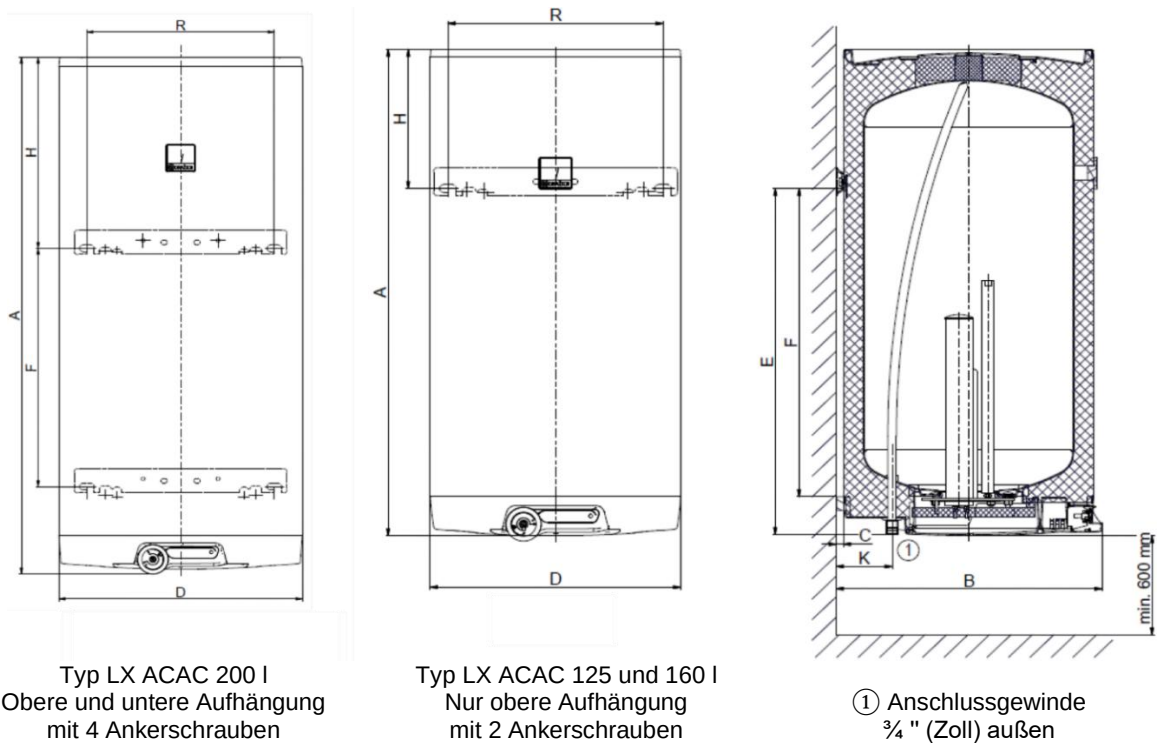

Abbildung 2: Verschiedene Darstellungen des LX ACAC
2. Befestigen Sie diese an dem Montageort und prüfen Sie kritische Abstände zum Boden und zur Umgebung. Bei dem Typ LX ACAC 200 sind der Abstand F zwischen den Montagebügel (siehe Abbildung 2) sowie die Diagonalen zwischen den Bohrlöchern zu prüfen.